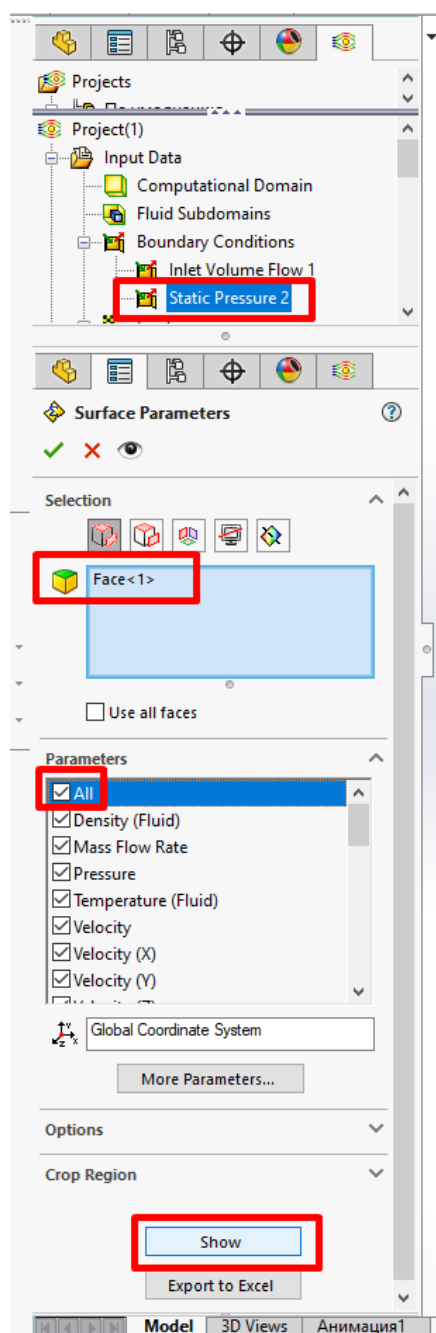

Рисунок 10.44 – Налаштування параметрів поверхні
3. У вкладці **Parameters** поставте галочку на пункті **All** (рис. 10.44). Натисніть **Show**.